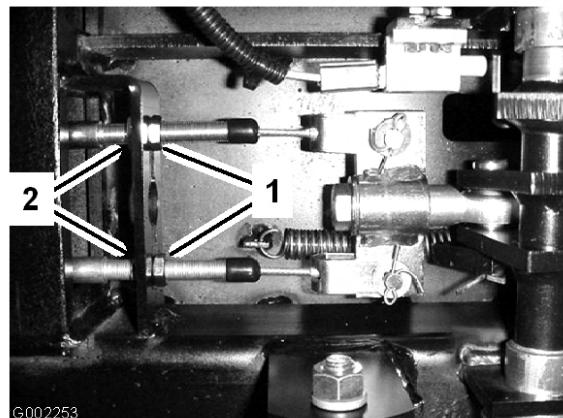

図 55
5. ブレーキ・ケーブルの車両前端側にある前ナットをゆるめる（図55）。
6. 後ナットを均等に締めて、ブレーキ・ペダルの遊びを1~2cmに調整する（図55）。